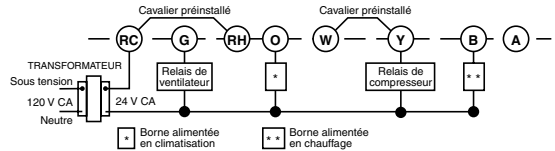

Figure 4. Câblage-type pour équipement de chauffage à thermopompe à un étage et un seul transformateur
- Installations de chauffage électrique et thermopompes à un étage :** Ce thermostat est configuré à l'usine pour les installations de chauffage et de climatisation à combustible fossile (gaz, mazout, etc.) et à air pulsé. Cela vaut pour tout système NE nécessitant PAS que le thermostat alimente le ventilateur lors d'un appel de chaleur. Dans le cas d'un équipement de chauffage ou d'une thermopompe électrique qui EXIGE que le thermostat alimente le ventilateur lors d'un appel de chaleur, débrancher le cavalier jaune de la borne **Y** et le raccorder à la borne **A**. Ainsi configuré, le thermostat met le ventilateur en marche dès l'appel de chaleur. En cas d'incertitude concernant la nécessité que l'équipement de chauffage commande le ventilateur, communiquer avec un entrepreneur agréé. Dans le cas d'une thermopompe à un étage (sans chauffage d'appoint), raccorder les bornes **W** et **Y** avec un petit cavalier (non inclus). Si l'équipement est doté d'une borne de robinet inverseur alimentée en climatisation, la raccorder à la borne **O**. Si l'équipement est doté d'une borne de robinet inverseur alimentée en chauffage, la raccorder à la borne **B** (figure 4). Ce thermostat ne commande pas l'équipement de chauffage ou de climatisation à étages.